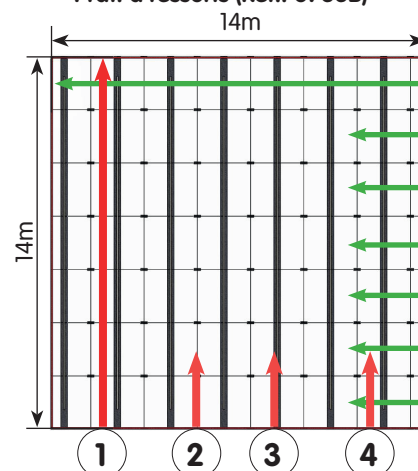

Figure 4 - Moquette complète
- Praticable 13 x 13m (Réf.: 6565K, 6777D & 6777D/DE) : lés latéraux de 3,52m de large (1') et (4') (voir Fig. 4 à 6).
- Praticable à plots 13 x 13m (Réf.: 6565K) : la moquette complète dépasse de 20cm tout autour de la mousse (voir Fig. 4 & 5).
- Praticable à ressorts 14 x 14m & 13x13m (Réf.: 6775D, 6777D, 6775D/DE & 6777D/DE) : la moquette complète ne dépasse pas de la mousse (voir Fig. 1 & 3 pour le praticable 14x14m, Fig 4 & 6 pour le praticable 13x13m).